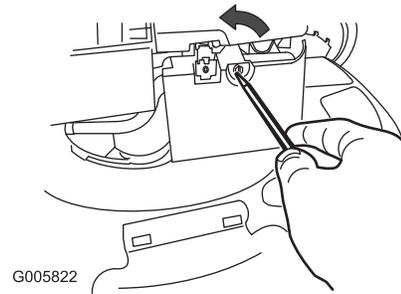

Figura 39
1. Aprite il coperchio del filtro dell'aria con un cacciavite (Figura 39).